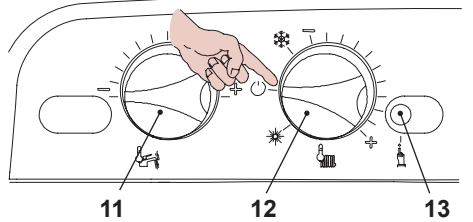

Рисунок 5.77
- Чтобы выйти из режима программирования, установите переключатель функций / регулятор температуры **12**, как показано на рисунке Рисунок 5.77.